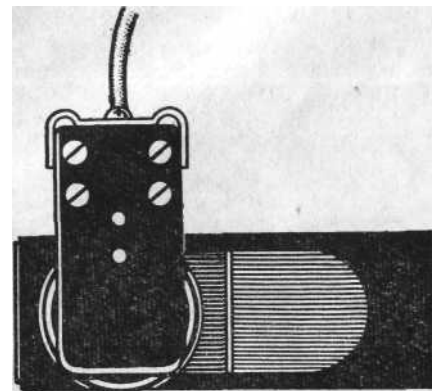

Рис. 7. Датчик па контрольном фильтре
7. Вставить в датчик контрольный фильтр, прилагаемый к прибору (рис. 7).